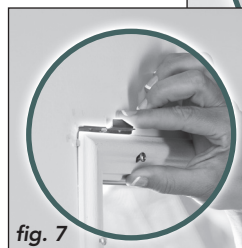

fig. 7
- ♦ The lip on the top of the bracket will rest above door glass frame (fig. 7)
- ♦ El reborde en la parte superior del soporte descansará sobre el marco del vidrio de la puerta (fig. 7)